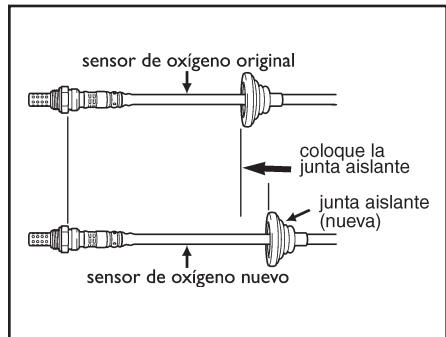

figura 1
- Comenzando por el extremo del sensor, compare y coloque la junta aislante del sensor de oxígeno nuevo en el mismo lugar en donde estaba la junta del sensor de oxígeno original (ver figura 1).